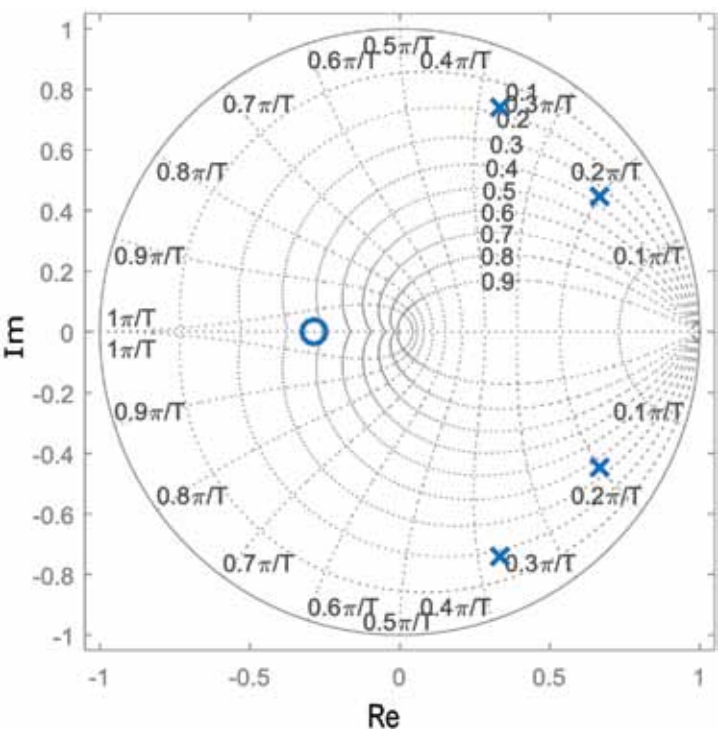

Figura 7: Diagrama de polos y ceros para caso III, con ganancia proporcional igual a K_{pop} , ganancia igual a ganancia óptima
Para el caso III, la respuesta a lazo abierto, la magnitud es menor a cero decibels para una fase de -180 grados, siendo el sistema estable, con un margen de fase próximo a 32 grados. Esto se verifica en la figura 7, donde para el caso de la realimentación de tensión del capacitor con ganancia variable igual a ganancia de retroalimentación dado en (7), la ubicación de los polos se encuentra dentro de la circunferencia unitaria, logrando de esta manera que el sistema sea estable.